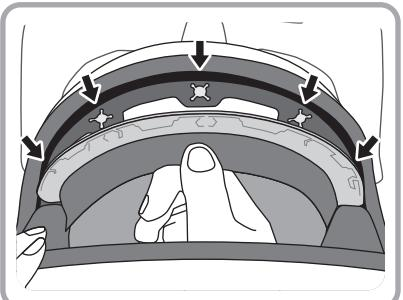

Рис. 1
1. Отстегните застежки в лобной части шлема, потянув вниз. (Рис.1)